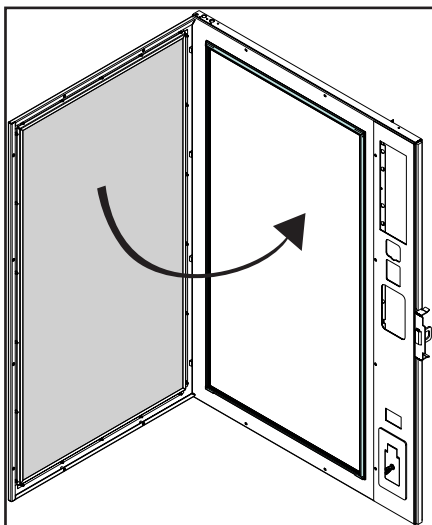

Bild 29
1. Schlagschutz schließen (Bild 29).